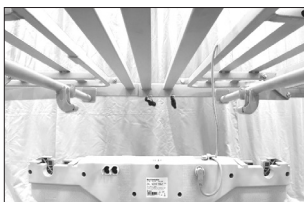

Fig.8
1. Orientare l'attuatore al di sotto della rete, assicurandosi che ogni motore muova la sezione corretta (**Fig.8, Fig.9, Fig.10**)